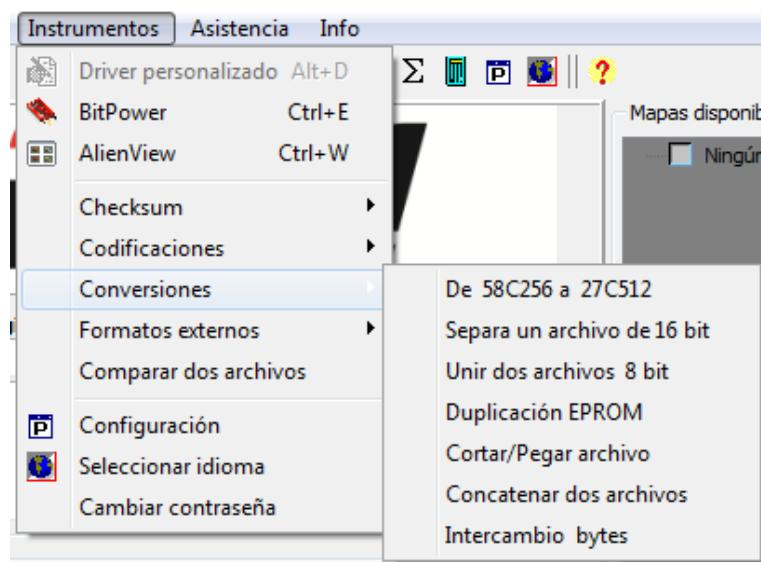

Figura 36: lista **Conversiones** disponibles.
1. Desde la ventana principal del programa, seleccione el menú *Instrumentos* y sucesivamente *Conversiones* (Figura 36).